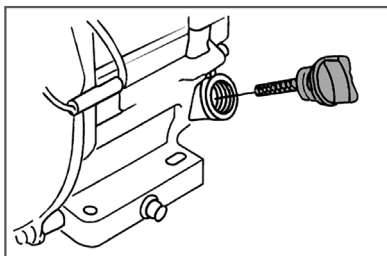

Рис. 3 Проверка уровня масла
2. Выкрутите крышку-щуп маслосазливной горловины и извлеките щуп (Рис. 3).
- Открутите крышку-щуп маслозаливной горловины и извлеките щуп (Рис. 3).